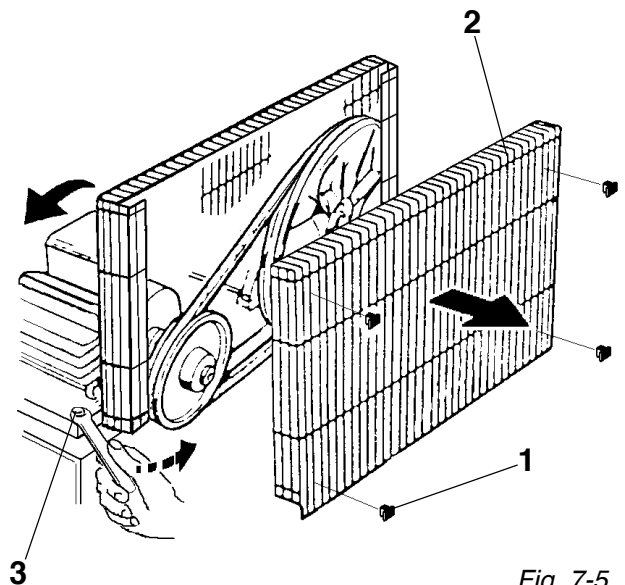

Fig. 7-5
- sbloccare la rete di protezione tramite i fermi di plastica **1** (fig. 7-5)
- togliere la rete di protezione mobile **2** (fig. 7-5)
- allentare le viti **3** (fig. 7-5) di fissaggio motore
- bloccare le viti **3** (fig. 7-5) di fissaggio motore
Ripristinare la rete di protezione mobile **2** (fig. 7-5) in modo corretto (quest'ultima operazione è indispensabile per la sicurezza dell'operatore).
- débloquer le filet de protection par les arrêts en plastique **1** (fig. 7-5)
- enlever le filet de protection mobile **2** (fig. 7-5)
- desserrer les vis **3** (fig. 7-5) de fixation du moteur
- bloquer les vis **3** (fig. 7-5) de fixation du moteur
Rétablir le filet de protection mobile **2** (fig. 7-5) d'une façon correcte (cette dernière opération est indispensable pour la sécurité de l'opérateur).
- unlock the safety net by acting on the plastic stops **1** (fig. 7-5)
- remove the mobile safety net **2** (fig. 7-5)
- loosen the motor fixing screws **3** (fig. 7-5)
- lock the motor fixing screws **3** (fig. 7-5)
Fix again the mobile safety net **2** (fig. 7-5) correctly (this operation is indispensable for the operator's safety).
- Man entfernt das Schutzgitter der Plastikbefestigung **1** (Bild 7-5)
- Man entfernt das flexible Schutzgitter **2** (Bild 7-5)
- Man löst die Schrauben **3** (Bild 7-5) der Motorhalterung
- Man schraubt die Schrauben **3** (Bild 7-5) des Motors fest
Man bringt wieder das flexible Gitter **2** (Bild 7-5) richtig an (Diese letzte Handlung, ist für die Sicherheit des Bedieners unerlässlich).
- desbloquee la red de protección por los topes en plástico 1 (fig. 7-5)
- quite la red de protección móvil 2 (fig. 7-5)
- destornille los tornillos 3 (fig. 7-5) de fijación del motor
- bloquee los tornillos 3 (fig. 7-5) de fijación del motor
Restablezca la red de protección móvil 2 (fig. 7-5) de manera correcta (esta última operación es indispensable para la seguridad del operador).
Removerføringen trenger godt renhold og eksakt spenn. Er spennet for lite kan remmen slure i remhjulene og skaper varme og lite produktivitet. Er remmen for hardt spent blir belastningen på kulelagerene for høy og disse blir utslitt. Motoren kan brenne. Remmen er passe stram når du med en finger kan trykke ned $0,8 \div 1$ cm (fig. 7-5) Sjekk dette månedlig. Om justering er nødvendig gjør følgende:
- Løsne plastklips som holder nettet rundt remmen 1 (fig. 7-5)
- Fjern beskyttelsesnettet rundt remmen. 2 (fig. 7-5)
- Løsne festeboltene til motoren 3 (fig. 7-5)
Plasser tilbake beskyttelsesnettet igjen 2 (fig.7-5).